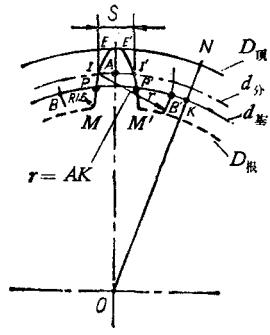

图 20
2. 画出齿轮的基圆：用作图的方法求  $d_{\text{基}}$ ，如图 20 所示。过圆心作一条直线  $ON$ ，使  $\angle AON = 20^\circ$ 。通过  $A$  点（垂直
4. 画出齿根处的过渡曲线(见图 20):